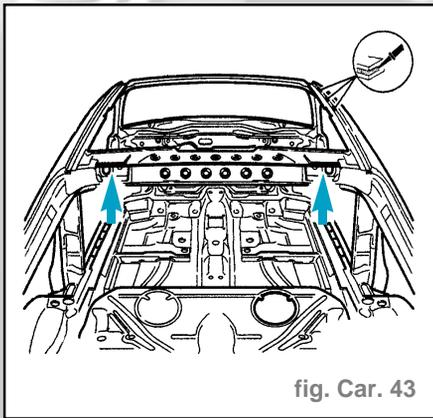

fig. Car. 43
- Placer le cordon de butyle de **120 mm** de long, centré sur l'ouverture de la charnière de hayon, sur la traverse de pavillon (fig. Car. 43).